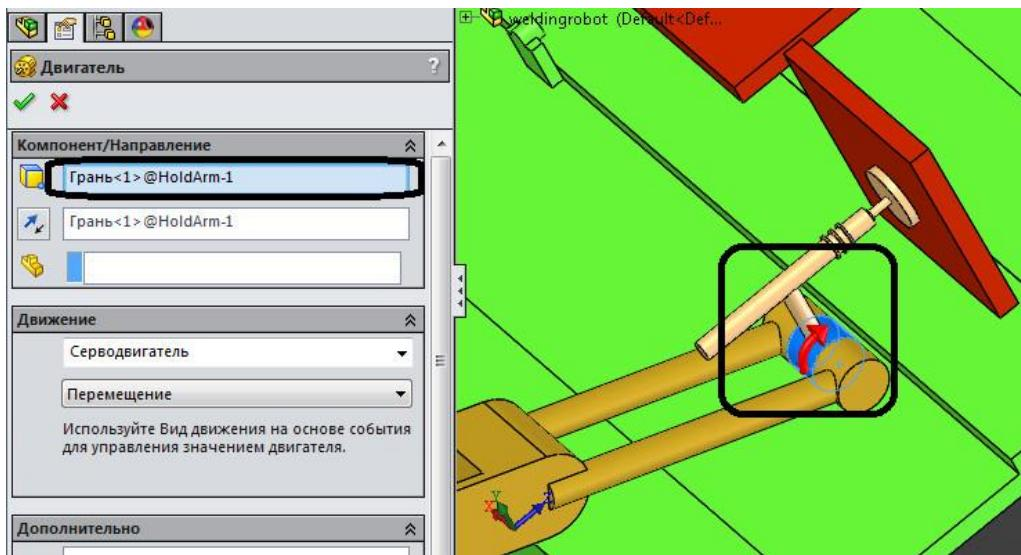

Рис. 11. Створення обертального серводвигуна
4.2.2. Встановити місце розташування та параметри руху обртового серводвигуна як показано на рис.11.